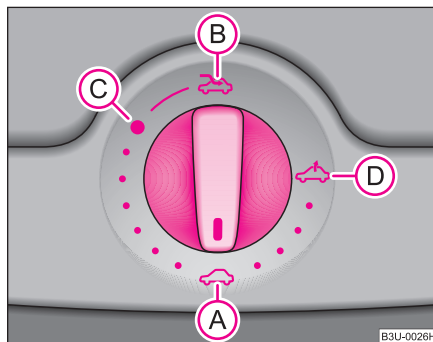

Fig. 30 Comutator rotativ pentru trapa/plafonul glisant electric
Trapa/plafonul glisant se poate deschide și închide când contactul este pus, de la comutatorul rotativ ⇒ fig. 30. Comutatorul rotativ are mai multe poziții.
- Rotiți comutatorul în poziția (C) ⇒ fig. 30.
- Rotiți comutatorul în poziția **A** ⇒ pagina 52, fig. 30.
Plafonul glisant este prevăzut cu protecție la suprasolicitare. Trapa se oprește și se întoarce câțiva cm., dacă întâlnește un obstacol (de ex. gheață). Puteți închide trapa fără activarea protecției la suprasolicitare apăsând comutatorul în poziția **A** ⇒ pagina 52, fig. 30 în față sau în spate, până când trapa se închide complet ⇒ ⚠.
⇒ **pagina 52, fig. 30** și să îl apăsați cca. 10 secunde. ■